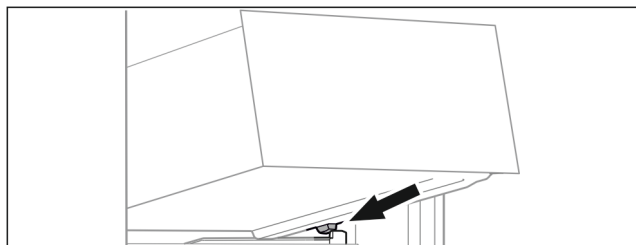

Fig. 97
- ▶ Поставете чекмеджето под ъгъл зад ограничителите върху реброто на съда. (виж Fig. 97)